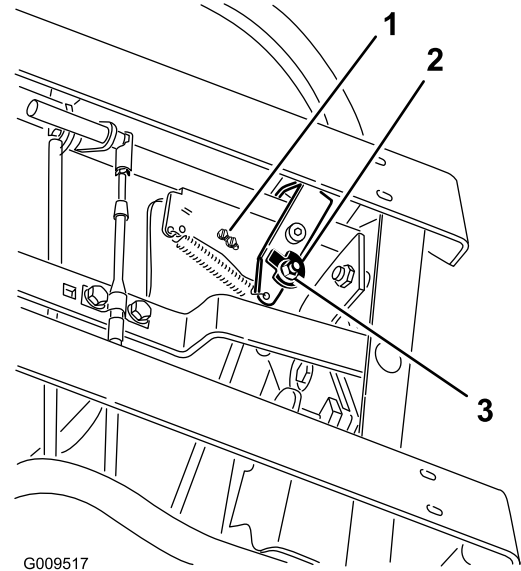

Bild 69
7. Lockern Sie die Klemmmutter und Schraube, mit der die Nocke befestigt ist (Bild 69).
11. Lösen Sie ggf. die Schrauben, mit denen der Schalter befestigt ist, und stellen Sie den Schalter ein (Bild 69 und Bild 70).